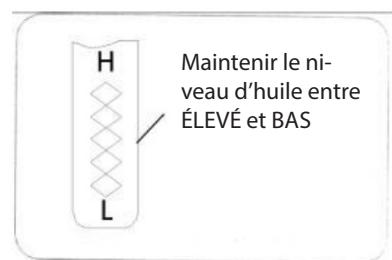

Figure 29
4. Dévissez et retirez le bouchon de remplissage d'huile du tube de remplissage d'huile. Noter le niveau d'huile. Si la lecture d'huile sur la jauge est inférieure au repère « BAS », ajoutez lentement de l'huile jusqu'à atteindre le niveau « ÉLEVÉ », voir Figure 29.